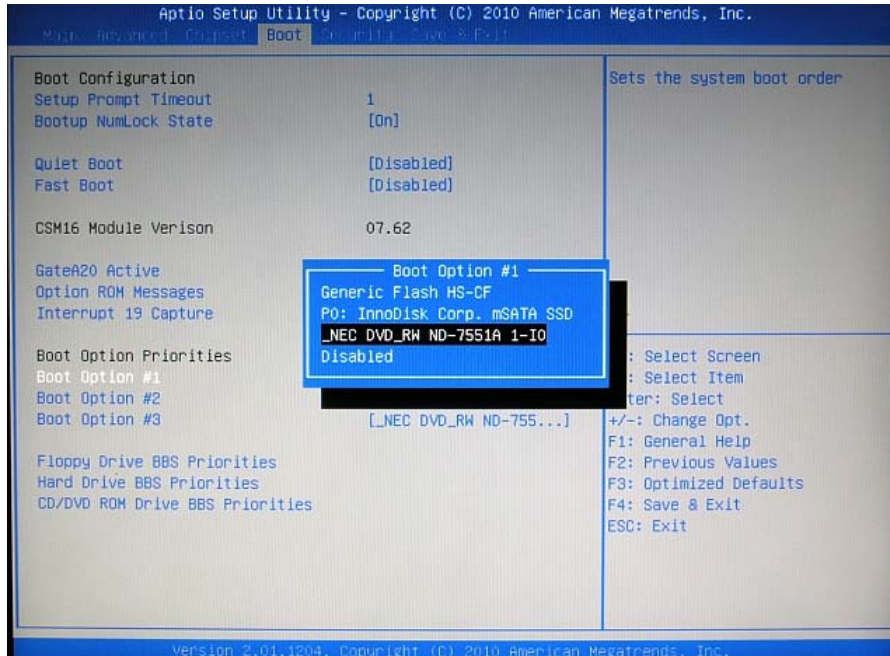

図 6-1-2. Boot デバイスの選択
- ⑦ [Boot Option #1]を選択し、[Enter]キーを押します。(図 6-1-2)
- ⑧ 接続した USB-DVD ドライブを選択し、[Enter]キーを押します。